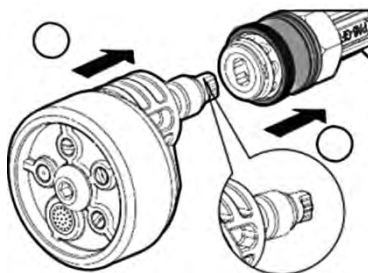

Рисунок 4
3.4.6 Приєднайте розпилювач до подовжувальної насадки (рис. 4).